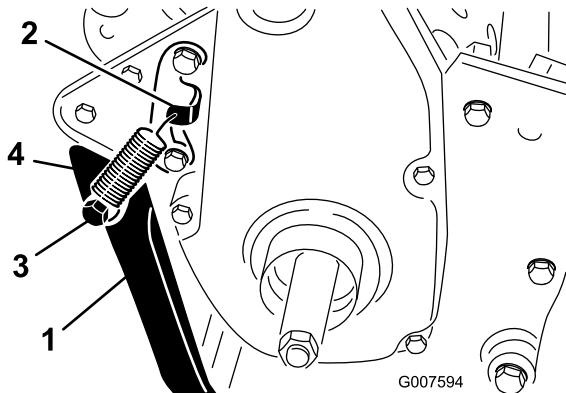

図 6
- 後フレームについている取り付け穴にキックスタンドを合わせておいて、スプリングを、スプリングブラケットの穴とスプリングスタッドの穴に引っ掛ける 図 6。
- ボルト、ロックワッシャ、スペーサ、平ワッシャ、ロックナットを使って、キックスタンドをフレームの左右に固定する 図 6。スペーサは、キックスタンドの取り付け穴に入れる。